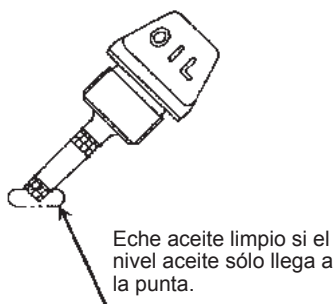
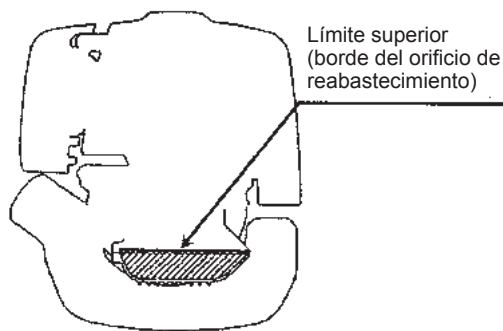

Fig.1
Fig.2
Cuando hay poco aceite, de modo que la bayoneta de nivel solamente toca el aceite con su punta, y especialmente cuando la bayoneta está insertada en el carter sin enroscar (Fig. 1), eche aceite por el orificio de reabastecimiento (Fig. 2).
2) Eche aceite hasta el borde del orificio de reabastecimiento. (Consulte la Fig. 2 de la página anterior.)